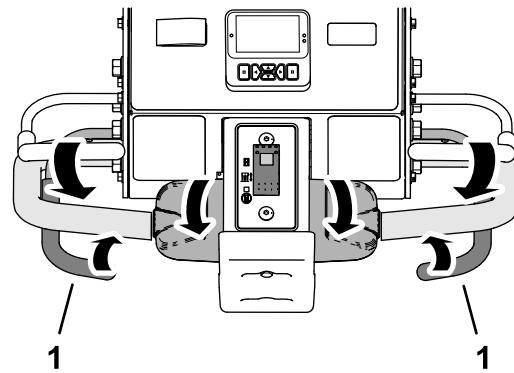

Figura 87
- Cierre la izquierda o la derecha de la barra de aireación (Figura 87).